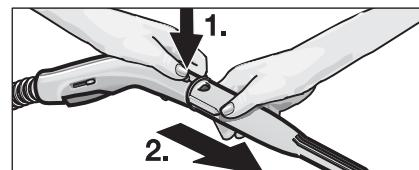

Fig. 2: Desacoplamiento del accesorio
• Para desacoplar el accesorio utilizado, pulse la tecla de desbloqueo (B3 ó F2) y tire de las piezas (véase la fig. 2).